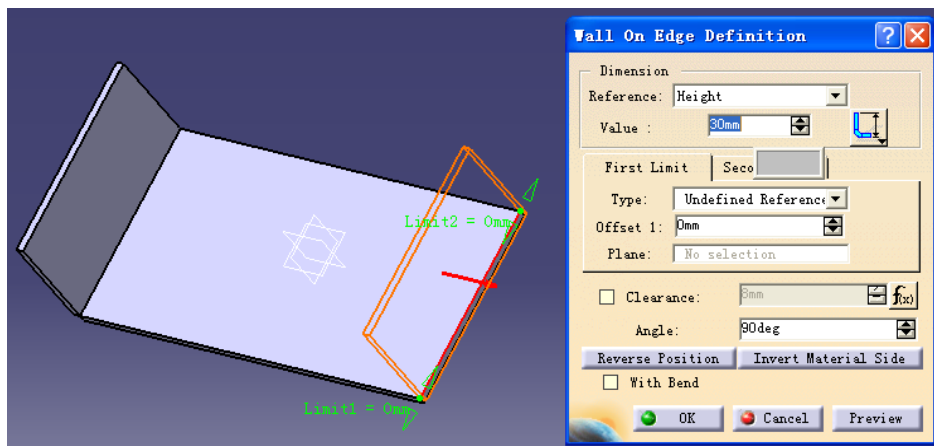
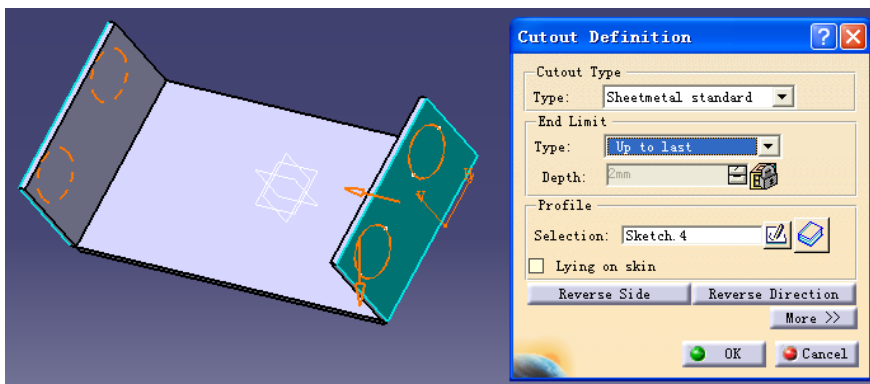

图 8-4
图 8-5
□ 生成侧壁的命令，。点击 后选择一个边，Value 中输入高度，点击 OK 键 (见图 8-4)。
☐ 删除壁的命令 。图 8-4 中, 点侧面后进入 Sketcher 后画两个圆, 退出后点击 。Type 栏中选择 Up to last, 点击 OK 键 (见图 8-5)。